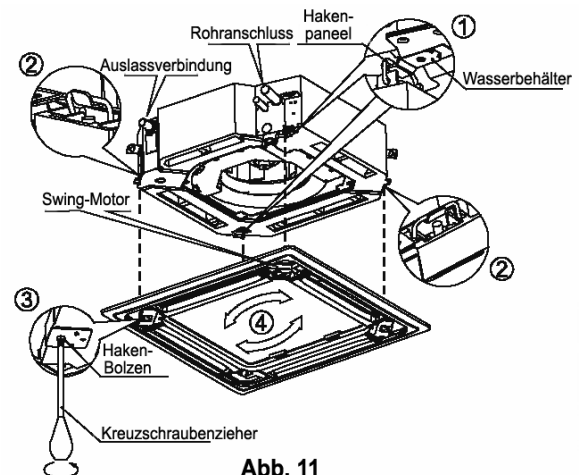

Abb. 11
- a. Richten Sie den Swing-Motor am Panel richtig an den Rohranschlüssen des Hauptgerätes aus. (Siehe Abb. 11)
- d. Justieren Sie das Panel vorsichtig in Pfeilrichtung (s. Abb. 11 (4)), so dass die Mitte des Panels sich mit der Mitte des Lochs in der Decke deckt. Achten Sie darauf, dass die Haken an allen vier Ecken fest sitzen.